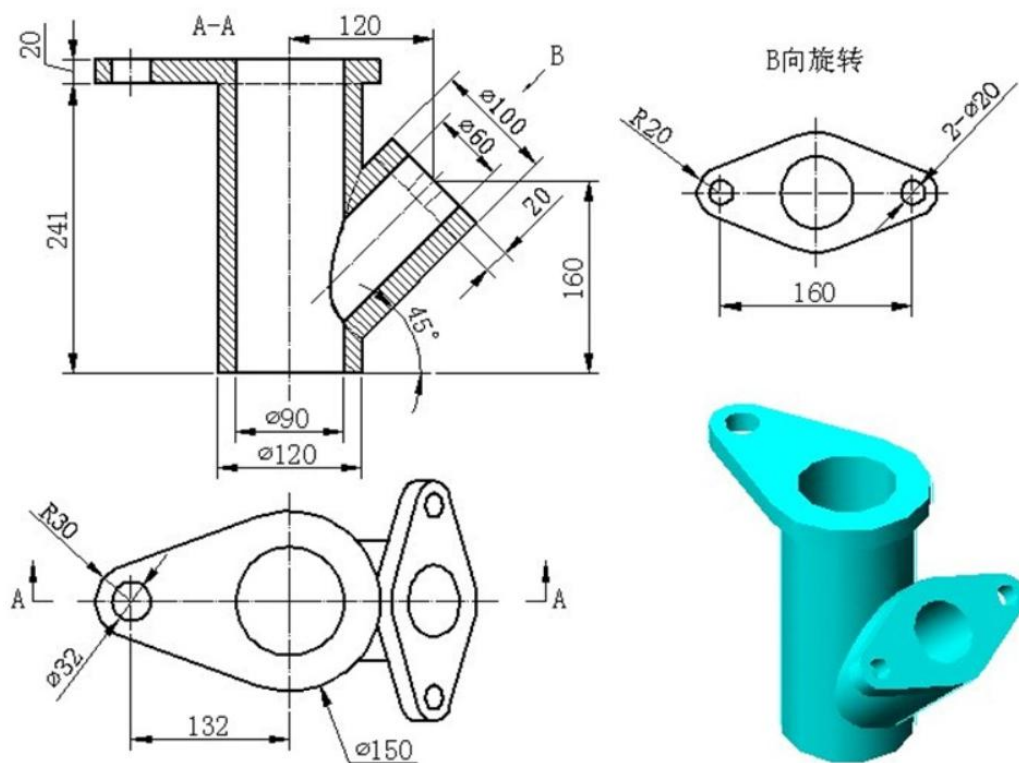

图 J1-8 三维零件 8
①在盘下建立考生文件夹，文件夹名称为“场次-工位号”，所有文件必须保存在考生文件夹中，否则记零分；
②文件名称为“J1-8”，保存在考生文件夹中；
③根据图 J1-8 所示尺寸完成三维建模；
④隐藏草图和创建的基准平面；
⑤考试过程中注意保存，考核结束时考试应立即停止操作，不得关闭电脑，离开考场。